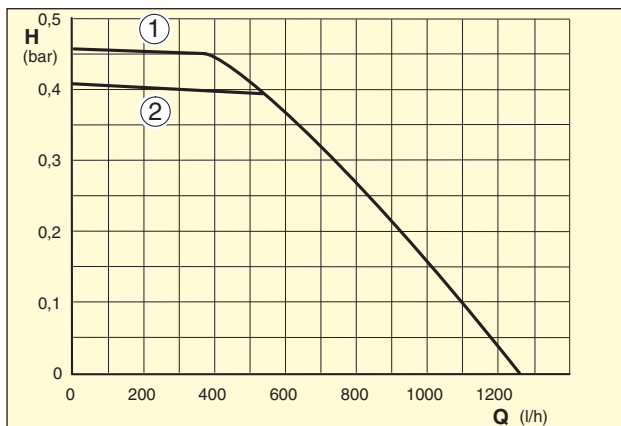

Bild 5 Konstantdruck
- Konstantdruckkennlinien: konstante Differenzdruckregelung, d. h. Förderhöhe bleibt bei abnehmendem Förderstrom **konstant** (Bild 5)
Legende für Bild 5 und 6: